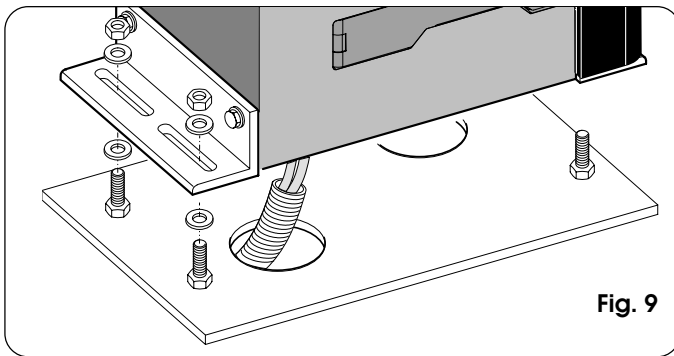
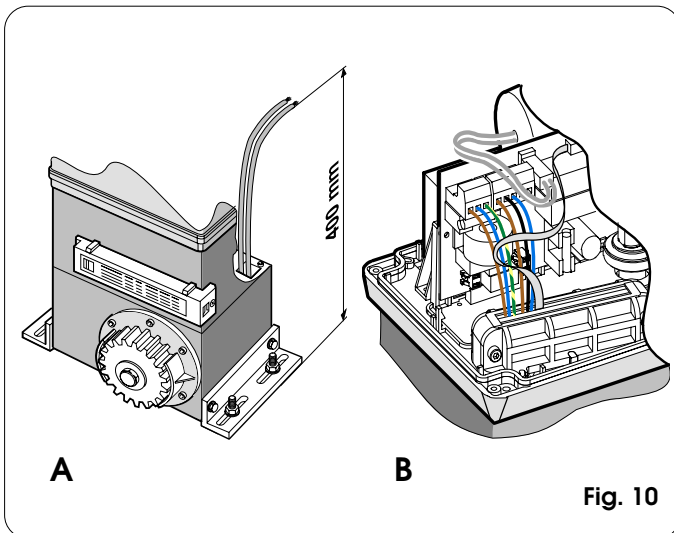

Fig. 9
Fig. 10
- 3) Placer l'opérateur sur la plaque en utilisant les rondelles et les écrous fournis d'après la Fig.9. Durant cette opération faire passer les câbles à travers le conduit spécifique présent dans le demi-corps inférieur de l'opérateur (Fig.10 - Réf.A). Pour accéder à l'armoire électronique, faire passer les câbles à travers le trou spécifique en utilisant le serre-câble avec l'élément en caoutchouc fourni. Veiller en particulier à dénuder tous les câbles de façon à ce que le serre-câble tienne les fils un à un (Fig.10 - Réf. B).